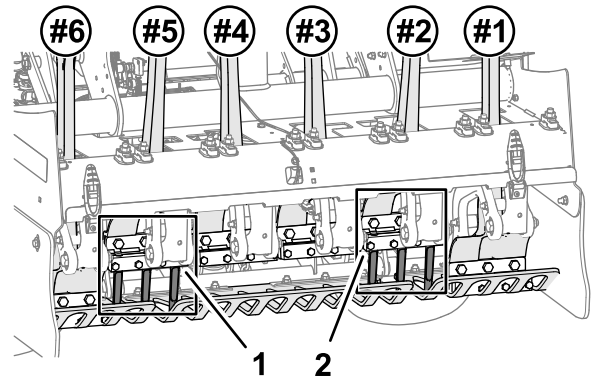

Figure 42
1. Fixez légèrement le porte-louchets et les louchets sur le bras d'aération n° 2 (Figure 42 et Figure 43) à l'aide de 3 boulons ( $\frac{1}{2}$ " x  $1\frac{1}{4}$ " ).